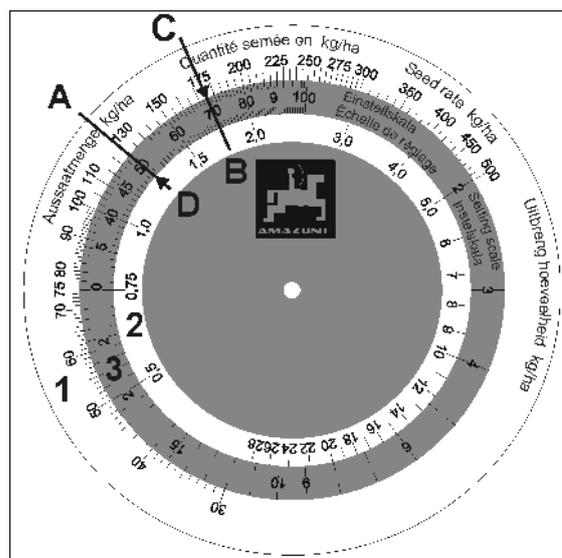

Fig. 40
O disco de cálculo é constituído por três escalas: uma escala exterior branca (Fig. 40/1) para todas as quantidades de sementeira superiores a 30 kg/ha e uma escala interior branca (Fig. 40/2) para todas as quantidades de sementeira inferiores a 30 kg/ha. Na escala de cor central (Fig. 40/3) estão indicadas as posições de engrenagem de 1 a 100.
2. Colocar a quantidade de sementeira 125 kg/ha (Fig. 40/A) e a "posição de engrenagem 50" (Fig. 40/B), uma sobre a outra, no disco de cálculo.
3. Leia agora, no disco de cálculo, a posição da engrenagem para a quantidade de sementeira pretendida de 175 kg/ha (Fig. 40/C). No nosso exemplo, trata-se da "posição de engrenagem 70" (Fig. 40/D).
1. Antes do esvaziamento do depósito de sementes, colocar o balde de recolha por baixo das aberturas dos tubos de esvaziamento (Fig. 40/1).